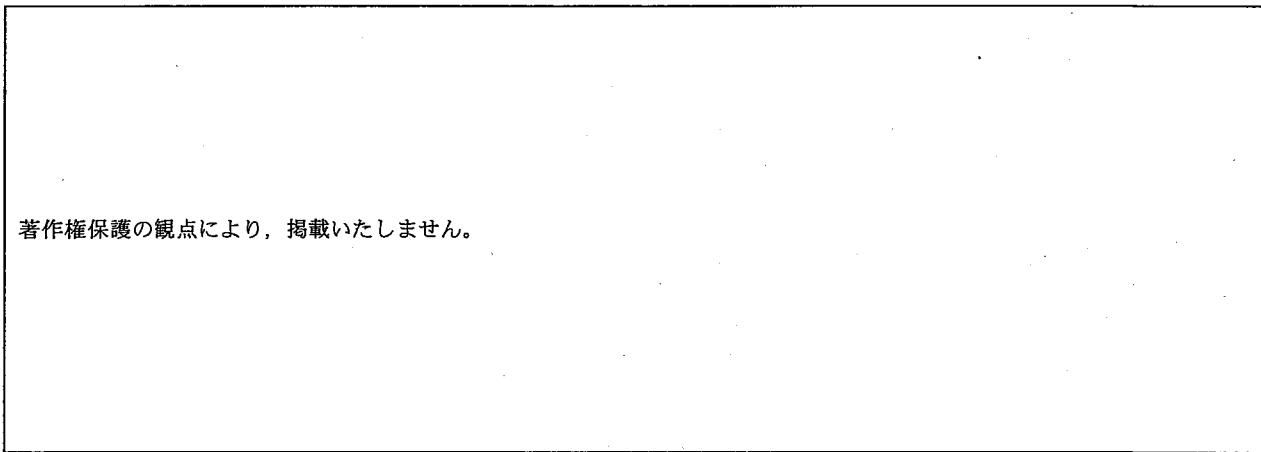

図1
- 1 次の図1は、建物などの高さを測定するために作成した仰角を測定する装置と、図2は、図1の装置を使って校舎を測定しているところを模式的に示したものです。この装置を使って仰角を測定すると30度でした。校舎の高さHを、小数第3位を四捨五入して求めなさい。その際、求め方も書きなさい。ただし、測定者の目の高さは、地上から1.5mとします。